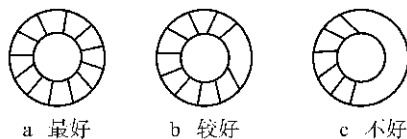

图 12-25 电极与喷嘴间火花放电示意
(5)接通控制线路,用高频火花检查电极对中是否良好(从喷嘴端部看电极和喷嘴内孔之间的火花,若电极周围 2/3 以上有火花,表明对中良好,见图 12-25)。